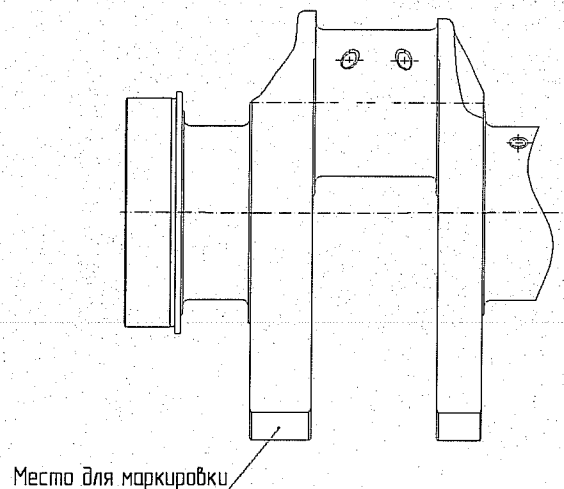

Рис.8. Место для маркировки варианта ремонтного размера шеек коленчатого вала
- маркировать вариант ремонтного размера шеек вала (см. Приложение 3). Маркировку варианта ремонтного размера шеек коленчатого вала выполнять на лицевой поверхности первого, считая от фланца со стороны вентилятора, противовеса (см. рис. 8). Маркировка выполняется ударным способом шрифтом 6-Пр3 ГОСТ 26.008-85.